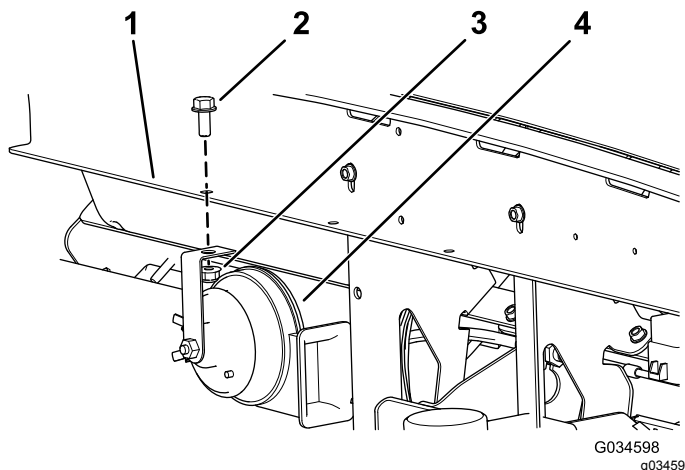

Рисунок 1
2. Установите звуковой сигнал на 12 В в сборе в отверстие кронштейна приборной панели при помощи винта с шестигранной головкой (5/16 x ¾ дюйма) и фланцевой гайки (5/16 дюйма), как показано на Рисунок 1.